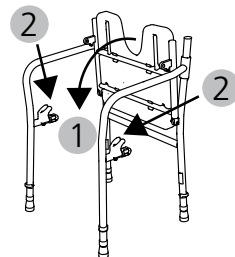

Abb. 4
3. Coloque los elementos laterales en paralelo. Ahora ya puede plegar el asiento lentamente hacia abajo (fig. 4, 1) y colocar los tubos del asiento en el alojamiento de bloqueo. Compruebe si ambos lados encajan. A continuación, presione el asiento hacia abajo hasta que encaje haciendo clic.